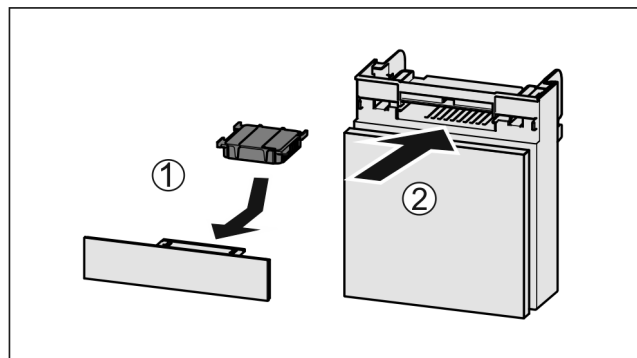

Fig. 60
- Inserire il vano Fig. 60 (2).